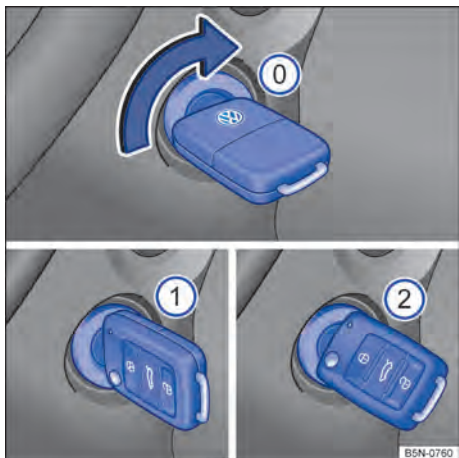

Fig. 133 Ao lado do volante, à direita: posições da chave do veículo no cilindro da ignição.
Posições da chave do veículo → Fig. 133
| 3. | Válido para: veículos com motor a diesel: para a pré-incandescência, girar a chave do veículo no cilindro da ignição para a posição → Fig. 133 ①. A luz de controle  se acende no instrumento combinado. | |
| 4. | Girar a chave do veículo no cilindro da ignição para a posição → Fig. 133 ② – não acelerar. | Pressionar rapidamente o botão de partida → Fig. 134 – não acelerar. Para ligar o motor, deve haver uma chave do veículo válida no interior do veículo. |
| 5. | Girar a chave do veículo no cilindro da ignição para a posição → Fig. 133 ⓪ . | Pressionar brevemente o botão de partida → Fig. 134. Se o motor não puder ser desligado, executar o desligamento de emergência → Página 181. |